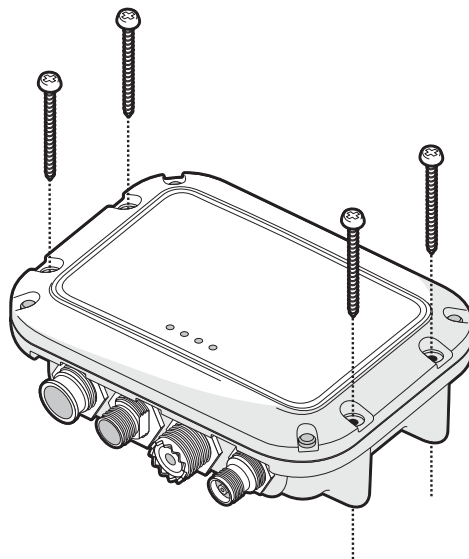

Figure 6 Émetteur AIS montage
- L'émetteur est fourni avec quatre vis autotaraudeuses pour fixer l'Émetteur AIS à une surface adaptée. Veuillez consulter Figure 6 pour plus d'informations.